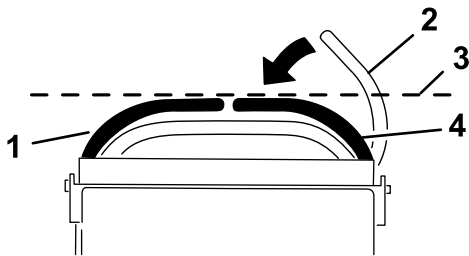

Figura 60
4. Controllate l'allineamento orizzontale delle leve di comando del movimento (Figura 60).